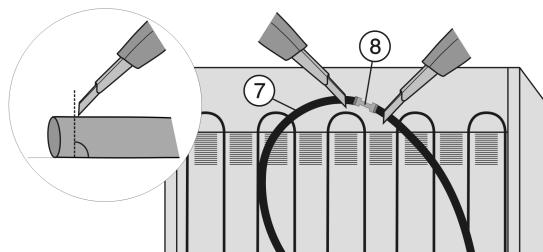

Fig. 35
► Corte el tubo flexible de agua *Fig. 35* (7) en la parte trasera del aparato delante y detrás del empalme *Fig. 35* (8) (90° respecto a la dirección del tubo).